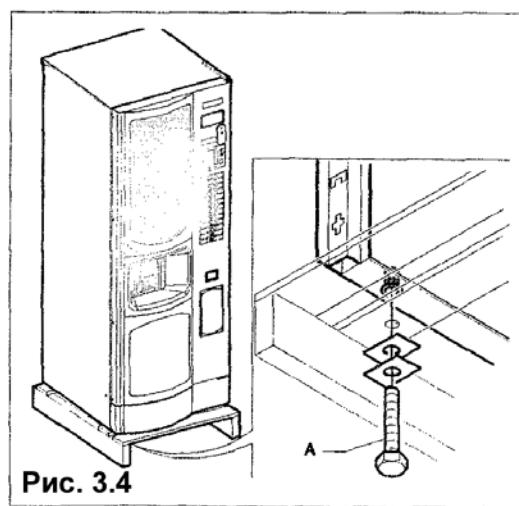

Рис. 3.4
- Снимите автомат с транспортировочного поддона, открутив винты (A), которые крепят фиксирующие приспособления эккеров к поддону (рис. 3.4).